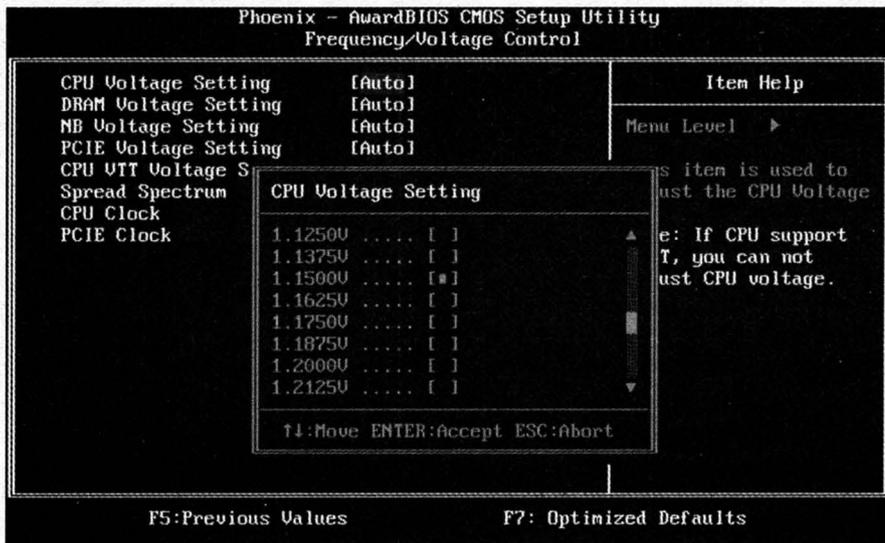

Рис. 17.6. Увеличение напряжения питания процессора
- При появлении сбоев можно уменьшить частоту FSB, чтобы вернуть систему в стабильное состояние, но если вы хотите узнать предельную частоту процессора, придется повышать напряжение питания ядра с помощью параметра CPU VCore Voltage или CPU Voltage Setting (рис. 17.6). Изменять напряжение питания нужно плавно и не более чем на 0,1–0,2 В (до 1,40–1,50 В). Тестируя компьютер с увеличенным напряжением питания процессора, следует обязательно обратить внимание на его температуру, которая не должна быть больше 60°.